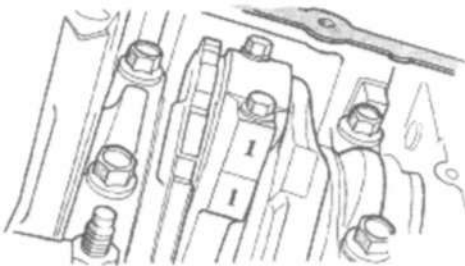

Рис. 41 Идентификация шатуна по цилиндру.
- (1) Снять двигатель в сборе с автомобиля (см. п.9.ДВИГАТЕЛЬ-СНЯТИЕ)
- (2) Снять изгибающий диск и заднее масляное уплотнение коленвала.
- (3) Установить двигатель на стенд.
- (4) Слить масло и снять масляный фильтр.
- (5) Снять масляный поддон (см. п.9. ДВИГАТЕЛЬ /СМАЗКА/ МАСЛЯНЫЙ ПОДДОН-СНЯТИЕ)
- (6) Снять крышки ремня привода ГРМ (см. п. 9 ДВИГАТЕЛЬ/ ФАЗЫ ГАЗОРАСПРЕДЕЛЕНИЯ/РЕМЕНЬ ПРИВОДА ГРМ/ КРЫШКА(И) ЦЕПИ-СНЯТИЕ)
- (7) Снять ремень ГРМ (см. п. 9 ДВИГАТЕЛЬ/ФАЗЫ ГАЗОРАСПРЕДЕЛЕНИЯ/РЕМЕНЬ ПРИВОДА ГРМ/ЦЕПЬ И ЗВЕЗДОЧКИ –СНЯТИЕ)
- (8) Снять масляный насос (см.п.9-ДВИГАТЕЛЬ/СМАЗКА/ МАСЛЯНЫЙ НАСОС-СНЯТИЕ)
- (9) Снять оси балансиров и кожух в сборе (см.п.9-ДВИГАТЕЛЬ/ ФАЗЫ ГАЗОРАСПРЕДЕЛЕНИЯ/ ОСЬ БАЛАНСИРА-СНЯТИЕ)
- (10) При помощи несмываемых чернил или маркера пометить номер цилиндра на каждой крышке шатуна (Рис.41).